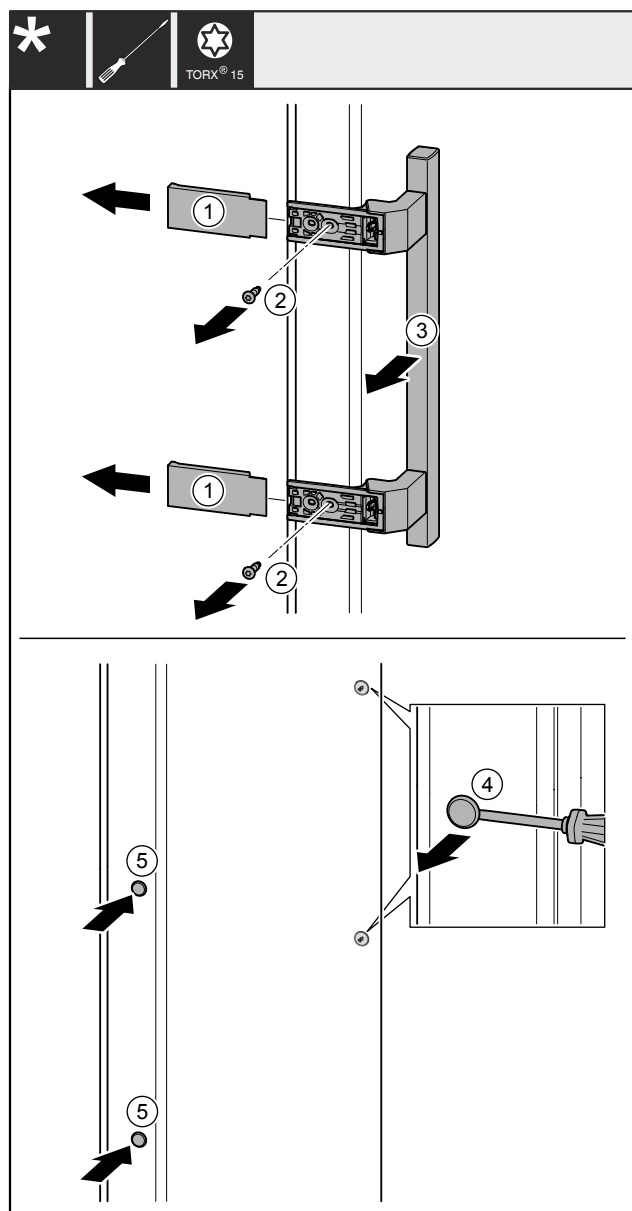

Fig. 28
- Stáhněte kryty Fig. 28 (1).
- Šroubovákem vyšroubujte šrouby Fig. 28 (2).
- Sejměte madlo Fig. 28 (3).
- Postranní zátku Fig. 28 (4) opatrně plochým šroubovákem nadzvedněte a vytáhněte.
- Zátku Fig. 28 (5) opět vložte na druhé straně.